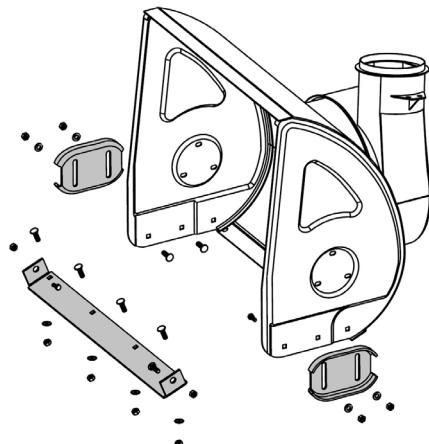

Рис. 40 Обслуживание кожуха шнеков
1. Открутите гайки, извлеките болты крепления полозков 1 (Рис. 40) и снимите полозки с кожуха шнеков.
1. Переверните полозки на 180 градусов или установите новые полозки и закрепите их четырьмя болтами и гайками (Рис. 40). Перед окончательной затяжкой гаек отрегулируйте высоту забора снега.
Для наглядности на Рис. 40 кожух шнеков показан без шнеков, редуктора и валов.
1. Открутите гайки, извлеките болты крепления и снимите нижнюю накладку 2 с кожуха шнеков (Рис. 40).
2. Установите новую нижнюю накладку и закрепите ее болтами и гайками (Рис. 40).